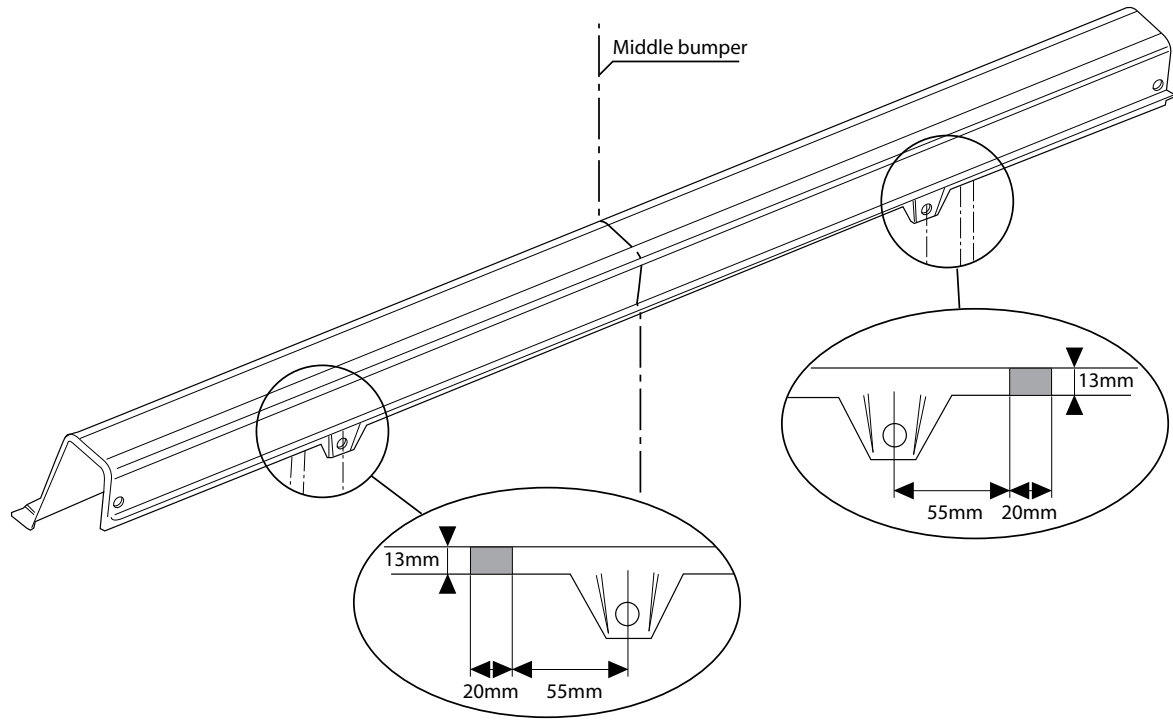

Fig.3
13. Выпилить обозначенные части, как указано на рис. 3.